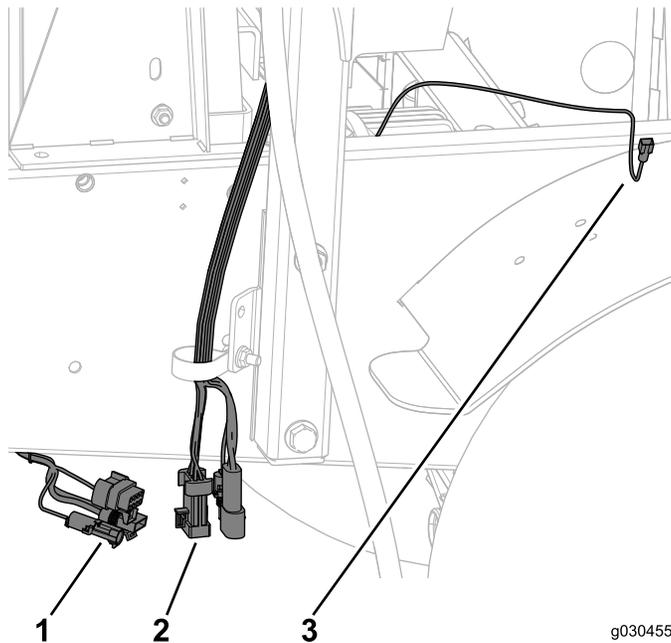

Figure 66
1. Débranchez le faisceau de câblage fixé à la machine du faisceau fixé à la cabine (Figure 66).